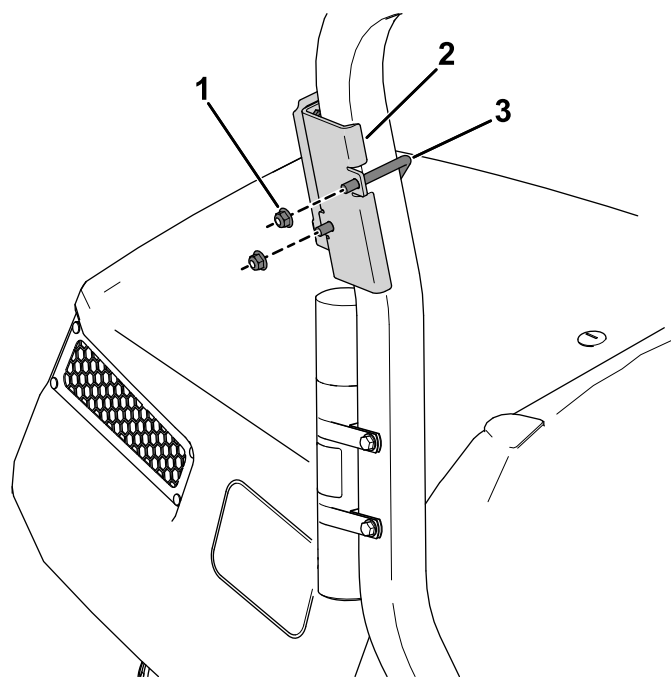

図 11
2. U ボルトとフランジナット (3/8") 2個を使って、デバイスブラケットをロールバーのマニュアルチューブの上の領域に固定する(図 11)。